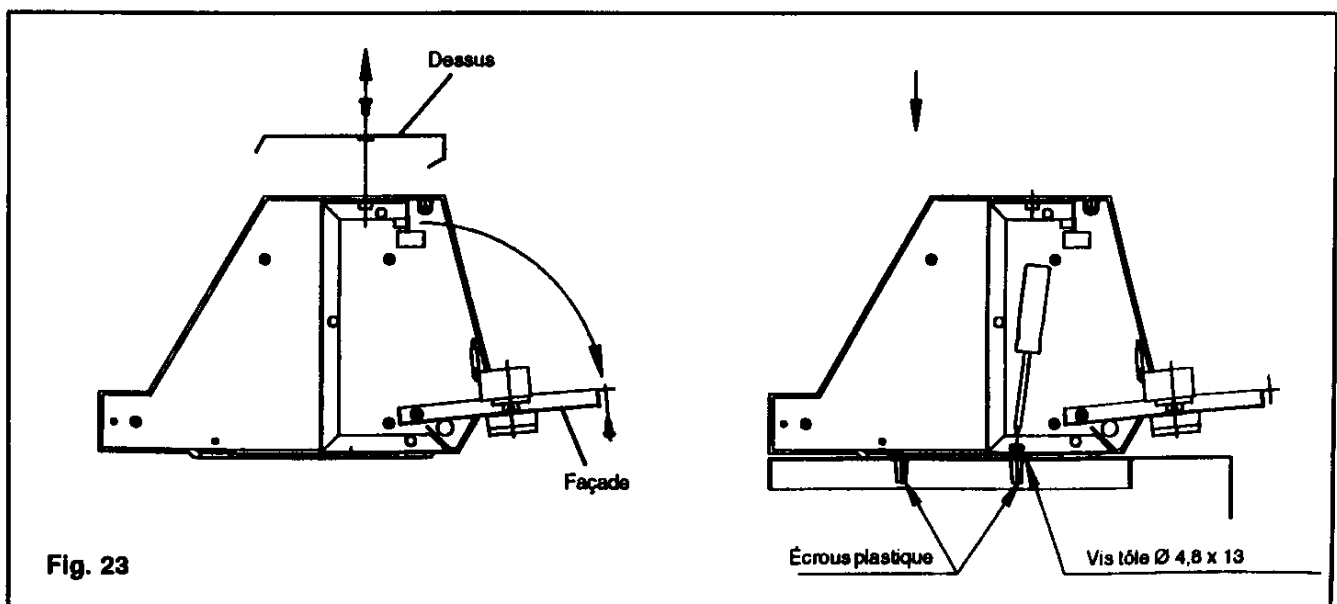

Fig. 23
<p>Tableau de commande " S "</p>	<ul style="list-style-type: none"> <li>• Ouvrir le colis "Tableau de commande câblé".</li> <li>• Retourner et placer le tableau sur le dessus arrière, en le protégeant par une feuille de carton, pour rendre accessible les sorties de câbles.</li> <li>• Passer les capillaires et le câble de masse dans l'ouverture rectangulaire du dessus avant et les ressortir sous la traverse avant.</li> <li>• Passer les câbles du brûleur au travers du dessus avant jaquette. Descendre câbles et connecteurs (*) en les glissant entre les calorifuges du corps et du côté de jaquette. Passer sous la façade inférieure (55) pour ressortir les connecteurs en direction du brûleur (voir figure 21).</li> <li>• Mettre en place le tableau sur le dessus avant face à ses deux points de fixation en guidant câbles et capillaires dans l'ouverture du dessus lors du basculement du tableau.</li> <li>• Retirer le dessus du tableau (2 vis) et ouvrir sa façade (2 vis) (voir figure 23). Engager les têtes de vis de fixation dans les découpes du fond du tableau, glisser celui-ci vers l'arrière et serrer les vis.</li> <li>• Engager les câbles brûleur, capillaires, câble masse dans les passes-fils de l'obturateur (voir figure 22). Fixer l'obturateur sur le dessus avant de jaquette (2 vis).</li> <li>• Raccorder le câble masse (1 vis CB M 5 x 10 + rondelles à dents) sur l'écrou pince A (voir figure 21).</li> <li>• R assembler les 2 bulbes des capillaires pour les introduire à fond dans les doigts de gant de façade. Fixer les capillaires sur le doigt de gant à l'aide des clips fournis.</li>   <li>• Raccorder électriquement le tableau suivant schéma joint. Le branchement comprend : <ul style="list-style-type: none"> <li>- L'alimentation 230 V - 50 Hz monophasé + terre (voir figure 20). La ligne doit pouvoir supporter 5 A sous 230 V. Les interrupteurs placés sur le tableau de commande ne dispensent pas de l'interrupteur général exigé réglementairement.</li> <li>- S'il y a lieu, après retrait des pontets DG et XY, les contacts de régulation externe à la chaudière agissant sur la 1ère et éventuellement sur la 2ème allure de fonctionnement du brûleur.</li> </ul> </li> <li>• Fermer la façade et fixer le dessus du tableau.</li> </ul> <p>(*) Option "câbles brûleur".</p>